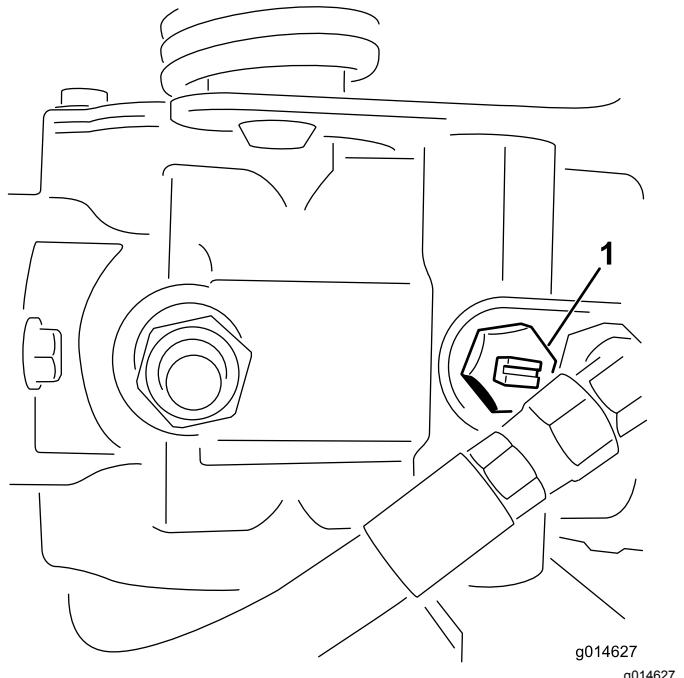

Figura 24
2. Prima di avviare il motore chiudete la valvola bypass girandola in modo che la scanalatura sia orizzontale (Figura 24).
1. Girate la valvola bypass sulla pompa in modo che la scanalatura sia verticale (Figura 24).